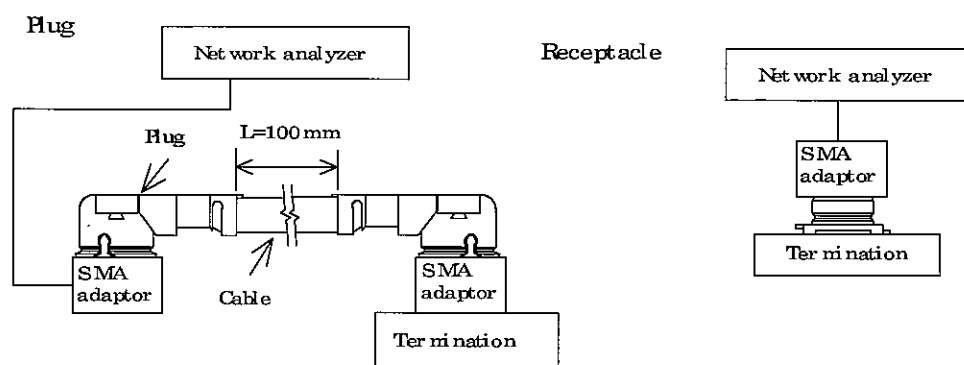

Fig 3
(3) Dielectric withstanding voltage / 耐電圧
(4) VSWR
A. Testing : Measure the VSWR as shown in Fig.3 by the network analyzer.
A. 試験法: ネットワークアナライザーにて Fig.3 のように VSWR を測定する。